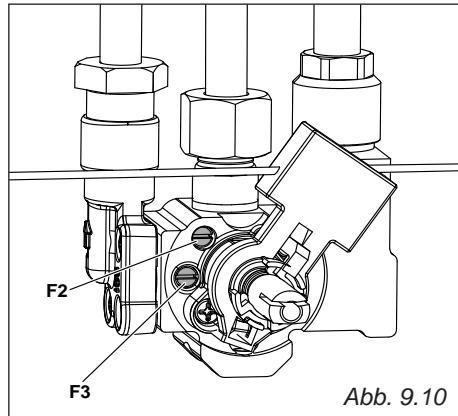

Abb. 9.10
- Mit einem dünnen Schraubenzieher die Schraube "F3" drehen bis die richtige Einstellung erreicht worden ist (Abb. 9.10).
- Mit einem dünnen Schraubenzieher die Schraube "F2" drehen bis die richtige Einstellung erreicht worden ist (Abb. 9.10).